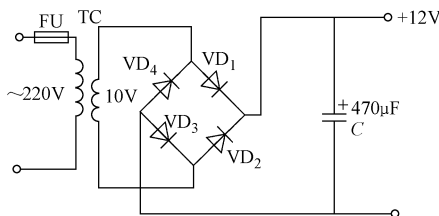

图 6-8 排除法检查电路故障
**【经典实例】** 如图 6-8 所示的桥式整流中，无 12V 直流输出电压，就可用排除法检查。